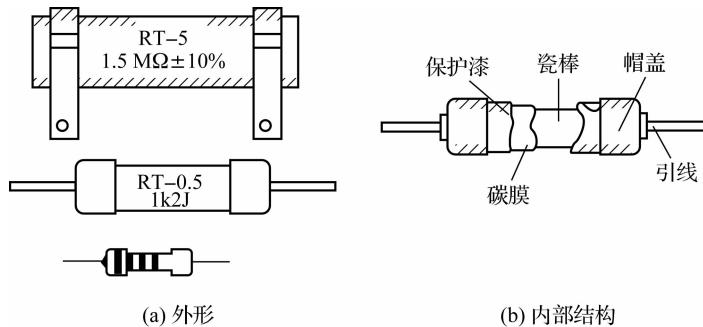

图 1-9 碳膜电阻器的外形和内部结构
(3) 碳膜电阻器。碳膜电阻器是由结晶碳沉积在磁棒或瓷管骨架上制成的,稳定性好,高频特性较好,并能工作在较高的温度下(70℃)。改变碳膜的厚度和用刻槽的方法改变碳膜的长度,可以得到不同的阻值。碳膜电阻器目前在电子产品中得到广泛的应用,其涂层多为绿色。碳膜电阻器的外形和内部结构如图 1-9 所示。